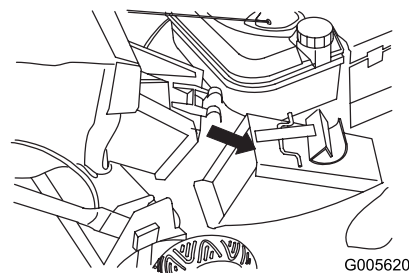

Figura 24
2. Collocate l'apertura dello sportello del sacco di raccolta sopra l'apertura del canale di scarico (Figura 24).